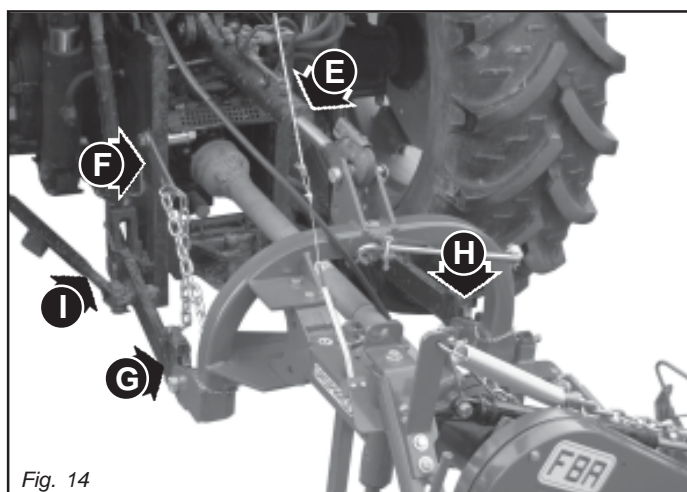

Fig. 14
- 1) Accrocher les bras oscillants du tracteur sur les pivots (G et H, Fig. 14) de la faucheuse.
- 2) Reliez le troisième point supérieur et réglez correctement à l'aide du tirant (E, Fig. 14). Positionner la plaque (F, Fig. 14) à gauche du tirant solidaire sur la même cheville. Bloquez par les goupilles à encastrement.
- 3) Bloquez les barres du relevage avec les chaînes et les tendeurs (I, Fig. 14) parallèles sur le tracteur. Cette opération a pour but d'éviter tout débattement de la machine dans le sens horizontal.